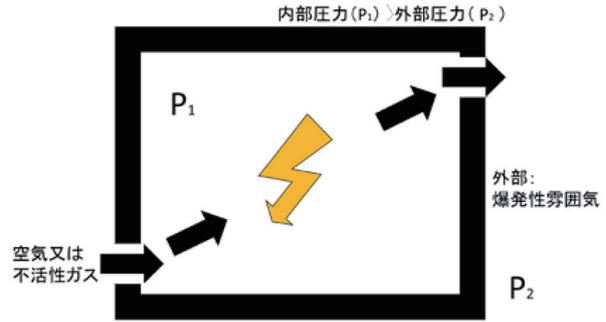

図3 内圧防爆構造模式図
- 3) 内圧防爆構造 (protection by pressurized enclosure、記号：p、図3) は、電気機器の容器内部に空気、窒素等の不燃性ガス（保護ガス）を所定の圧力で封入又は流通させ、容器の内部に可燃性物質の侵入を防止する構造である。容器内部の内圧低下に対する保護装置を備えることが要求される。電気機器外部の爆発性雰囲気と内部の着火源を隔離する容器の性能は、保護ガスによる内部圧力に耐え、保護ガスの漏洩を少なくするとともに、内圧低下に対する保護装置を備えることが要求される。この構造は、大型電動機、分電盤等に適用される。